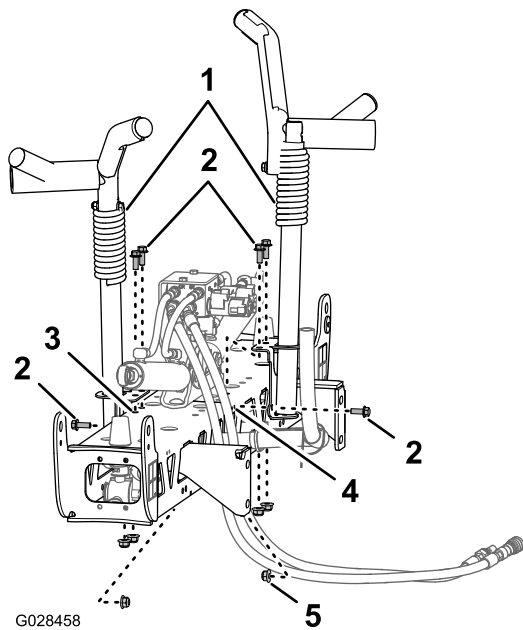
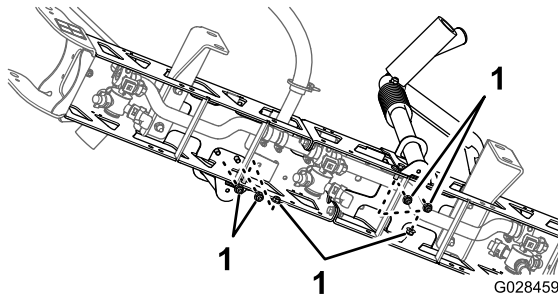

图 37
图 38
2. 将喷洒臂搬运架与中央喷洒臂段对齐图 37。
3. 使用 6 个螺栓 $\frac{3}{8}$ x 1 英寸和 6 个凸缘锁紧螺母 $\frac{3}{8}$ 英寸将搬运架组装到喷洒臂段上 图 37 和 图 38。